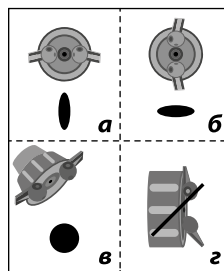

Рис. 3
а) горизонтально - для формирования вертикального факела при окраске вправо-влево (Рис. 3а);
б) вертикально - для формирования горизонтального факела при окраске вверх-вниз (Рис. 3б);
в) разведите сопла краскораспылителя под углом 180° (ориентация неважна) – для формирования круглого факела при окраске углов, ребер и труднодоступных поверхностей (Рис. 3в).
ВНИМАНИЕ! Во избежание повреждения изделия и плохого качества работы всегда устанавливайте оба сопла (4) в одинаковое положение (Рис. 3г).